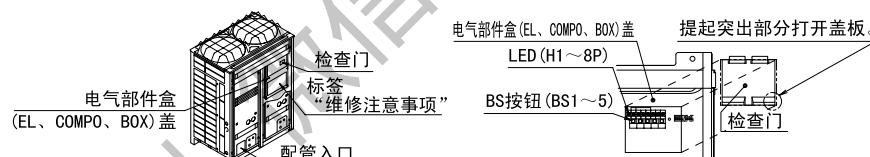
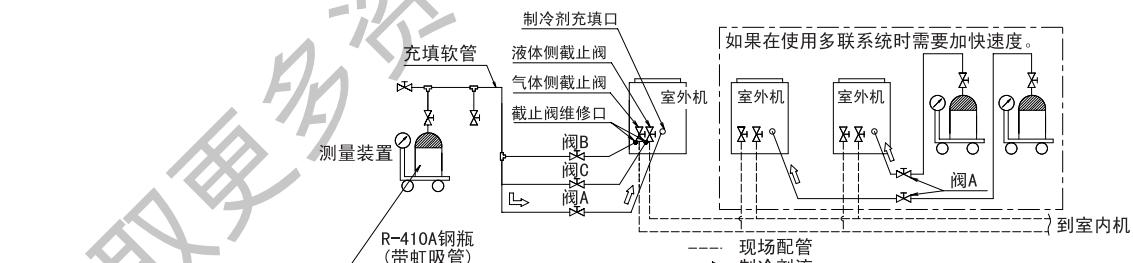

图3
图4
4. 请按照第 81 页中所示的 [制冷剂充填操作步骤] 进行制冷剂充填操作，充填“追加充填量”的剩余制冷剂。进行制冷剂充填操作时，使用室外机（多联系统主机的情况下）的 P 板 (A1P) 上的 BS 按钮。（请参见图 3）此外，通过阀 A 从制冷剂充填口充填制冷剂。（请参见图 4）
如果在使用多联系统时需要加快充填速度，如图 4 所示将制冷剂钢瓶连接至各室外机。
(1) 打开液体侧和气体侧截止阀 (必须关闭阀 A ~ C。阀 A ~ C 指的是图 4 中的阀。)